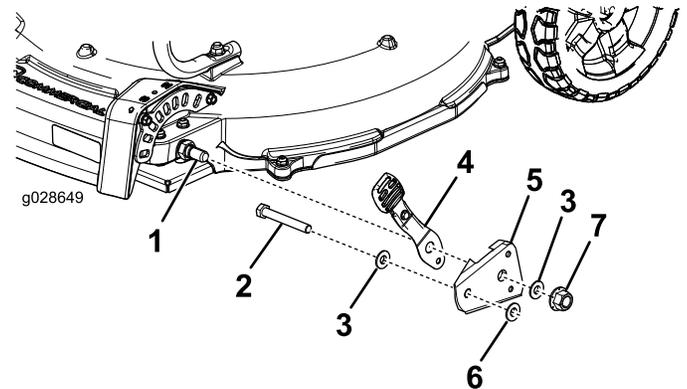

Figura 2
2. Retire la contratuerca que fija el brazo del muelle y el brazo del pivote delantero a la máquina (Figura 2).
3. Retire el espaciador de rueda, el brazo de pivote delantero, el brazo del muelle, el perno (3/8 x 2-3/4 pulgadas) y las 2 arandelas Belleville (Figura 2).